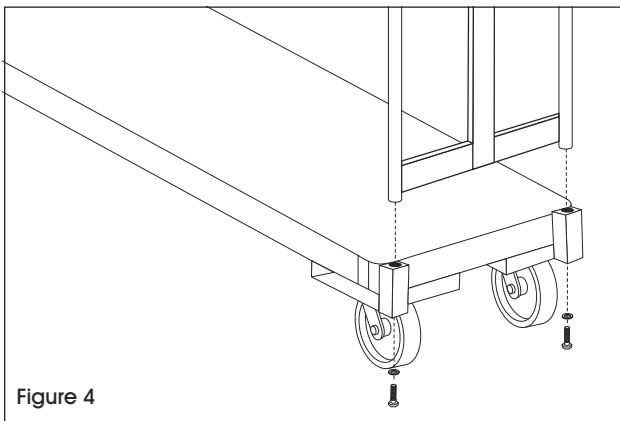

Figure 4
4. Turn the deck over onto its casters and insert the handle into the sockets. Vertical support on handle should face the outside of the truck. Secure the handles into the sockets by inserting the long hex bolts and small washers from underneath the sockets. (See Figure 4)
4. Retournez la plateforme sur ses roulettes et insérez la poignée dans les trous prévus à cet effet. Le support vertical sur la poignée doit faire face à l'extérieur du chariot. Fixez les poignées dans les trous en insérant les longs boulons à tête hexagonale et les petites rondelles par dessous les trous. (Voir Figure 4)